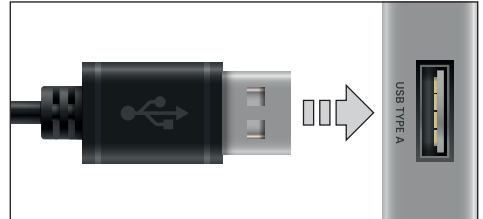

Abb. 1: USB Stecker mit PC verbinden
- ▶ Stecken Sie den USB-Stecker (Abb. 1) in den USB Port ihres PC oder Laptop.